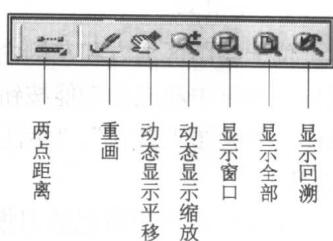

图 1-5 “常用工具”工具栏
(3) “常用工具”工具栏 位于属性工具栏右下侧，包括“两点距离”、“重画”、“动态显示平移”、“动态显示缩放”、“显示窗口”、“显示全部”、“显示回溯”等常用的显示控制命令图标，如图 1-5 所示。